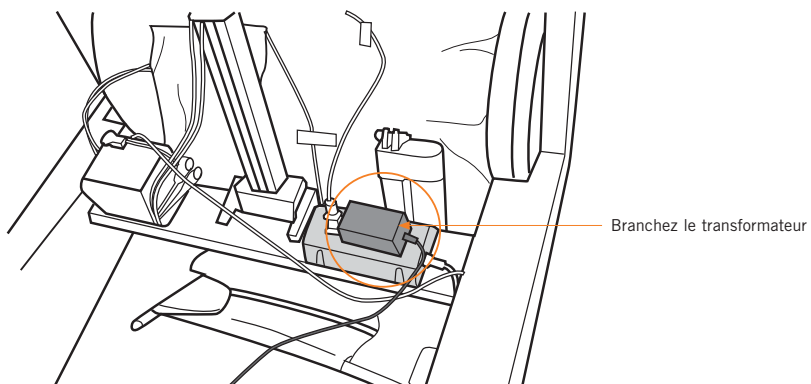

Fig.5
6. Branchez le transformateur dans la multiprise droite (Fig. 5).